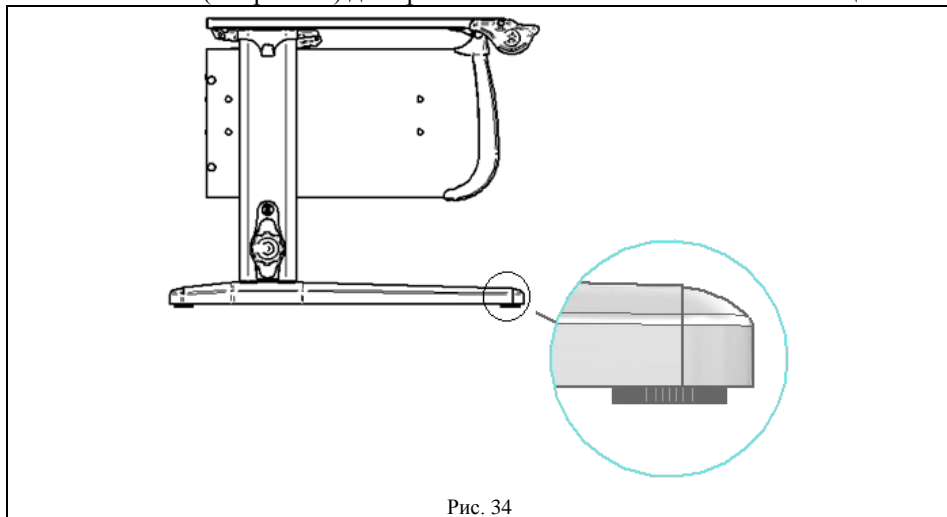

Рис. 34
5.1. Стол следует устанавливать на ровную горизонтальную поверхность, обеспечивающую опору всех ножек, при необходимости отрегулировать стол ножками (см. рис. 34) до горизонтального положения столешницы.